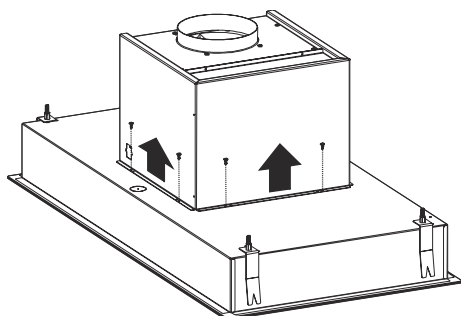

Fig. 23
4. ➔ Fjern motorkabinettet, der er monteret på produktet (Fig. 23).